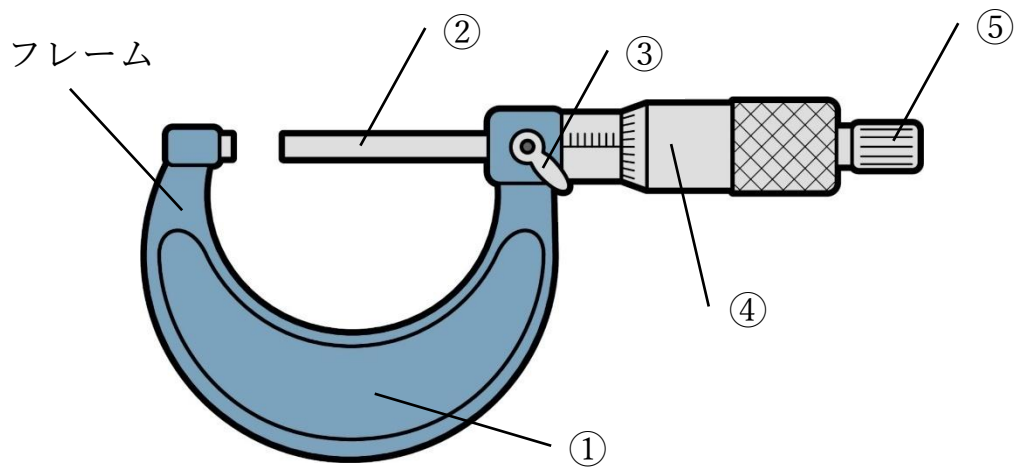

図 1
- (1) 図 1 において、①から⑤までの各部の一般的な名称を書け。
- (2) 図 1 の①、③、⑤の役割を答えよ。